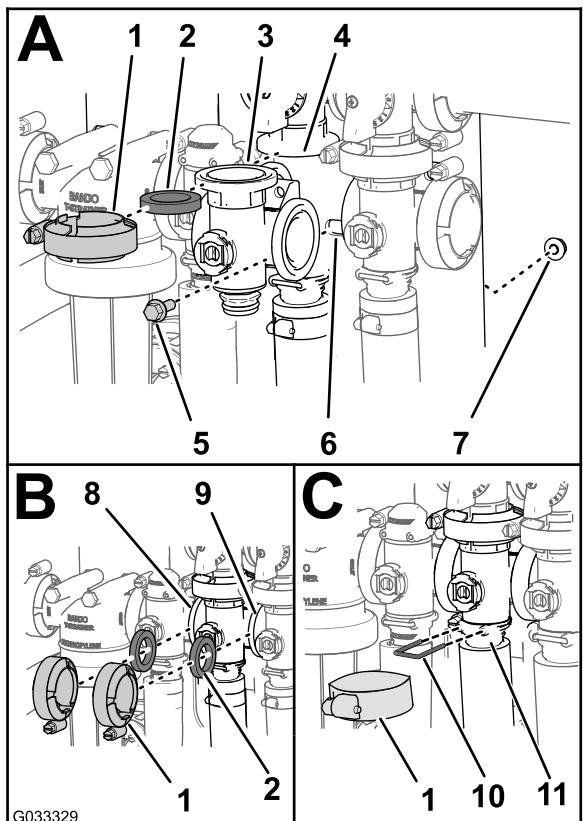

図 76
- 攪拌バイパスバルブのフランジ、ガスケット1枚、攪拌バイパスバルブのフランジを、整列させる 図 76; A。
- 散布量制御バルブマニホールドのフランジと攪拌バルブのマニホールドとの間に、ガスケットを入れる 図 76; B。
- ガスケット、攪拌バルブマニホールドを組み立てて、クランプを手締めする 図 76; B。
- 攪拌バルブマニホールドのフランジとマスターブームバルブとの間にガスケットを入れる 図 76; B。
- 攪拌バルブマニホールド、ガスケット、マスター ブームバルブを組み立ててクランプを手締めする 図 76; B。
- エンドキャップフィッティングを出口フィッティングに取り付ける出口フィッティングのソケットにリテナを差し込んで固定する 図 76; C。